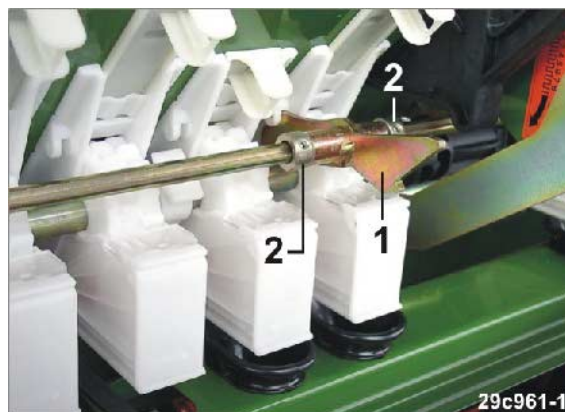

Рис. 231
→ При этом вставьте кронштейн (Рис. 231/1), удерживающий промежуточный вал в осевом направлении, в паз высевной коробки.
12. Зафиксируйте кронштейн от осевых перемещений двумя установочными кольцами (Рис. 231/2).